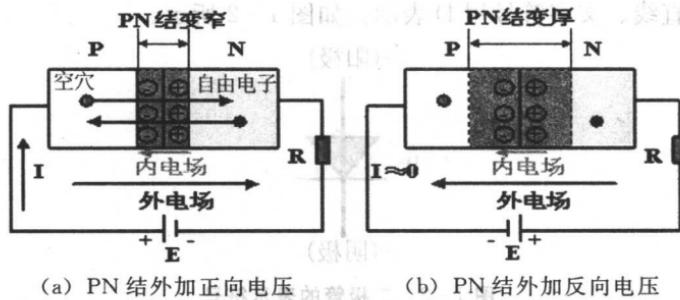

图 1-1 PN 结的单向导电性
小，这时电路导通，电流从 P 区流向 N 区。如图 1-1(a)。
2. 当 PN 结外加反向电压时，即 P 区接外电源的负极，而 N 区接外电源的正极，这时外电场与内电场方向相同，外电场加强了内电场，使 PN 结变得很厚，电阻很大，这时电路不能导通，称电路截止。如图 1-1(b)。